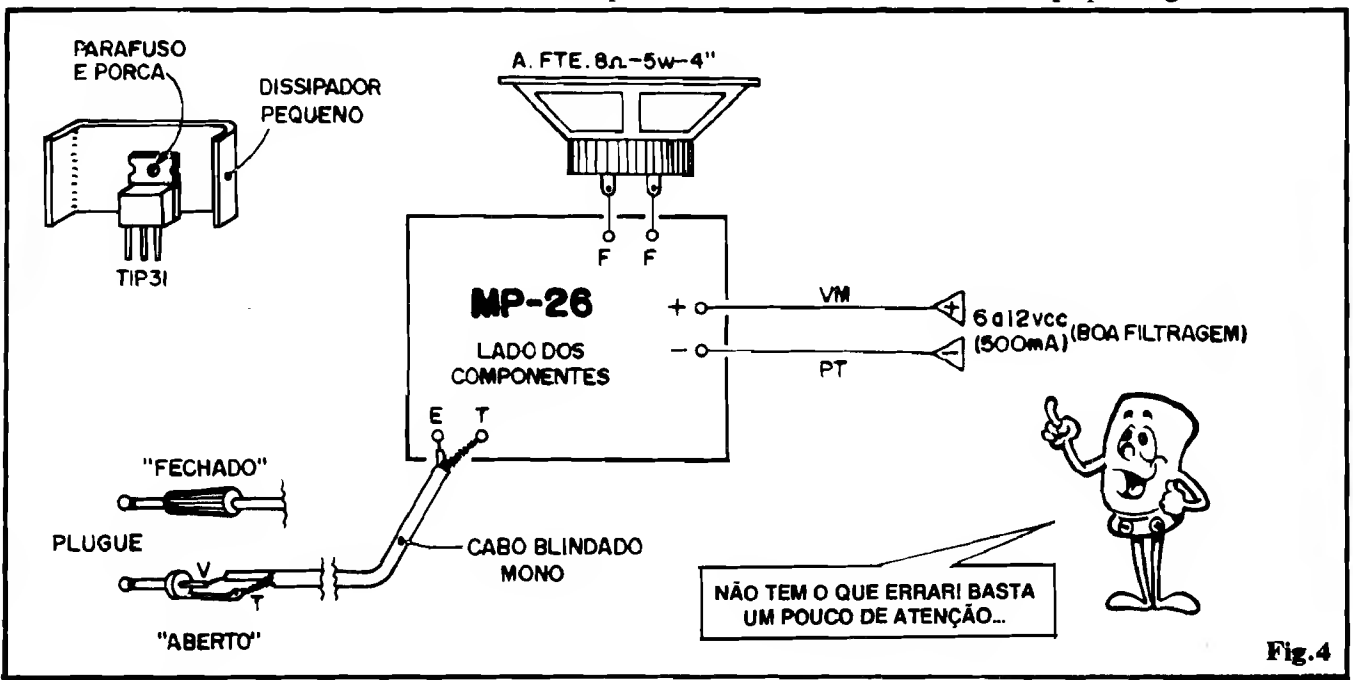

Fig. 4
- **FIG. 4** - Conexões externas à placa. São poucas e simples: as do alto-falante "não têm segredo"; as da alimentação devem respeitar a polaridade (fio **vermelho** para o **positivo** e fio **preto** para o **negativo**) e as da cabagem de Entrada devem respeitar as posições da "malha" (blindagem, ligada ao "T") e "vivo" (fio isolado interno, ligado ao "E"...). A figura mostra também como fica o transistor TIP31 com o recomendado dissipador de calor (este fi-